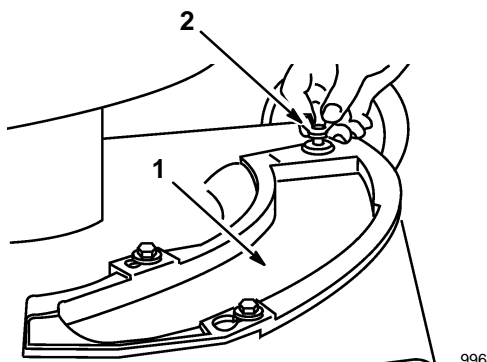

Figure 35
2. Retirer la vis papillon qui fixe la plaque d'obturation au carter de tondeuse (Fig. 35).
- Retirer la vis papillon qui fixe la plaque de paillage au carter de tondeuse (Fig. 35).
- Retirer la vis papillon qui fixe la plaque d'obturation au carter de tondeuse (Fig. 35).